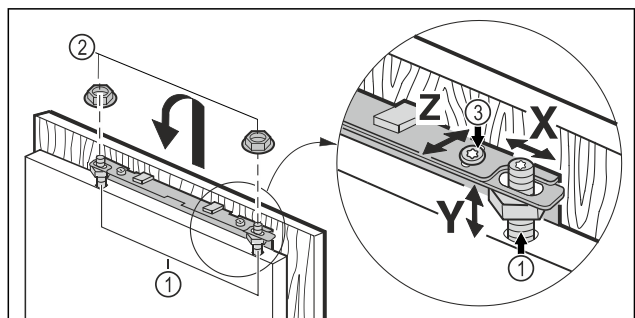

Fig. 45
- ▶ Zawiesić drzwi mebla na sworzniach regulacyjnych Fig. 45 (1) i lekko nakręcić nakrętki zabezpieczające Fig. 45 (2) na sworznie regulacyjne.
- ▶ Ustawianie drzwi mebla na wysokość **Y** i pochylenie boczne: za pomocą śrubokrętu ustawić sworznie regulacyjne *Fig. 45 (1)*.
- ▶ Dokręcić nakrętki zabezpieczające *Fig. 45 (3)*.